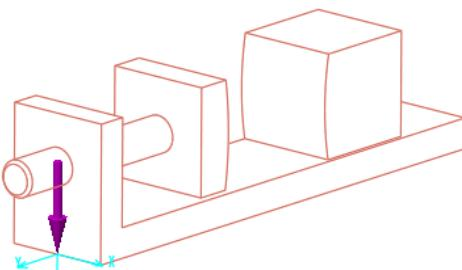

图 7.6.23 重力方向
(1) 选择命令。单击 **属性和条件** 区域中的“重力”按钮 ，系统弹出“重力”对话框。
(2) 设置重力方向。在 **方向** 区域中设置 X=0, Y=0, Z=1，分别按 Enter 键确认，此时重力方向如图 7.6.23 所示。
(3) 单击 **确定** 按钮，完成重力的设置。